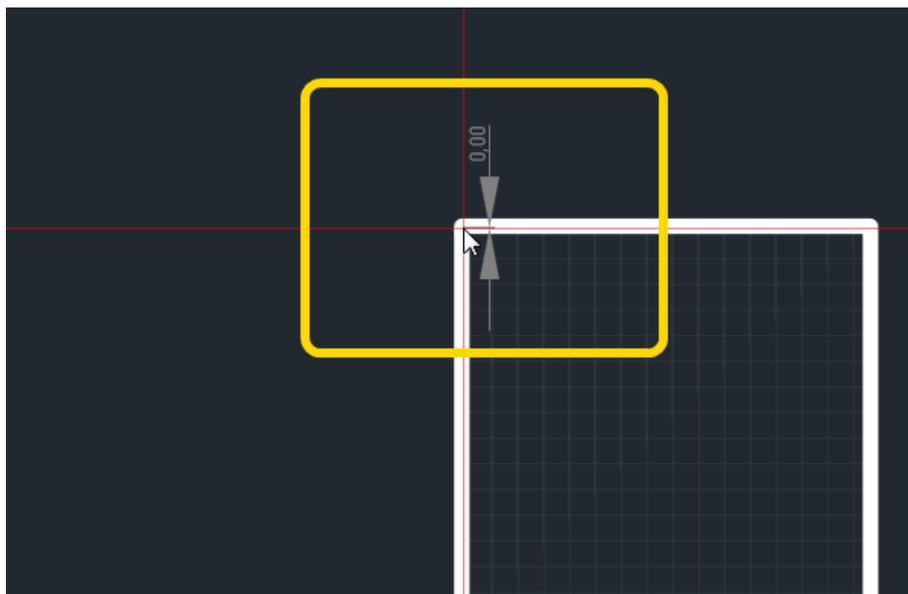

Рис. 185. Размещение размерной линии
3. Выбрать положение начала первой выноски размерной линии, наведя курсор в нужную точку и нажав левую кнопку мыши, см. Рис. 185.